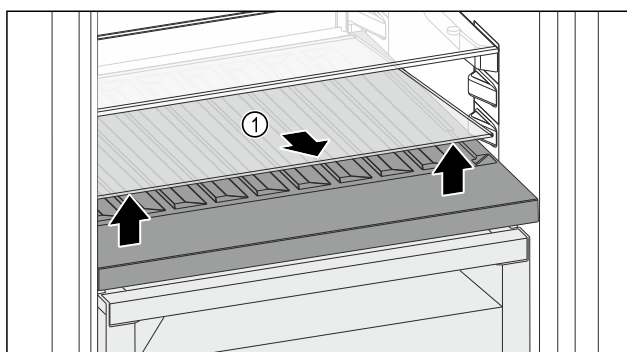

Fig. 144
- ▶ Dvignite stekleno ploščo Fig. 144 (1) pri odprtini spredaj in jo odstranite.
- ▶ Stekleno ploščo Fig. 144 (1) varno shranite zunaj naprave.